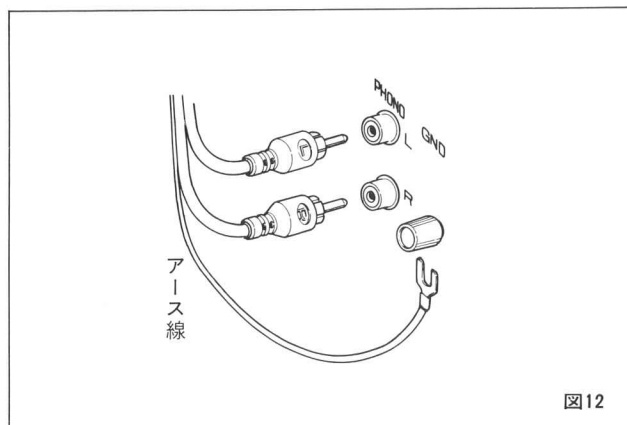

図12
- ① キャビネット背面より出ている出力コードのL、Rを間違えないように、リアパネル面PHONO端子へ接続します。ピンプラグ白がLチャンネル、赤がRチャンネルです。(図12)
- ② アース線をアンプのアース端子に接続して下さい。
- ③ プレーヤーの電源プラグをACコンセント（又はアンプリアパネル面予備電源コンセント）に接続します。